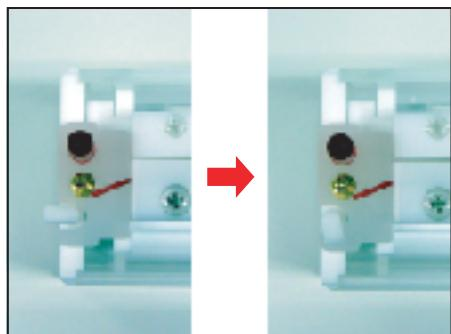

図12
12. セルベースを起こし、セルベースのストッパーを約90°回転させて、ストッパーはセルカバーを被せる時に邪魔にならないようにします。 (図12)